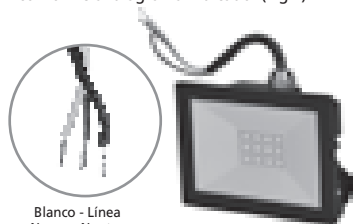

Fig. 1
- 2.- Conecte los conductores de alimentación conforme al diagrama indicado. (Fig.1)